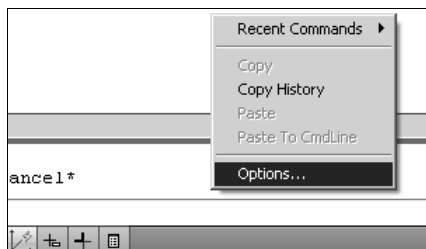

Рис. 3.3. Вызов диалогового окна **Options** из контекстного меню в окне команд
1. Щелкните правой кнопкой мыши в окне команд и выберите из появившегося контекстного меню (рис. 3.3) **Options** (Настройка). Появится диалоговое окно **Options** (Настройка).